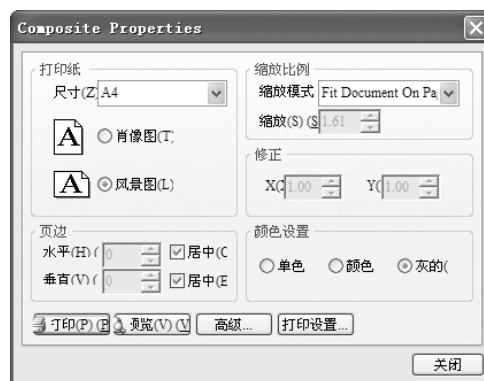
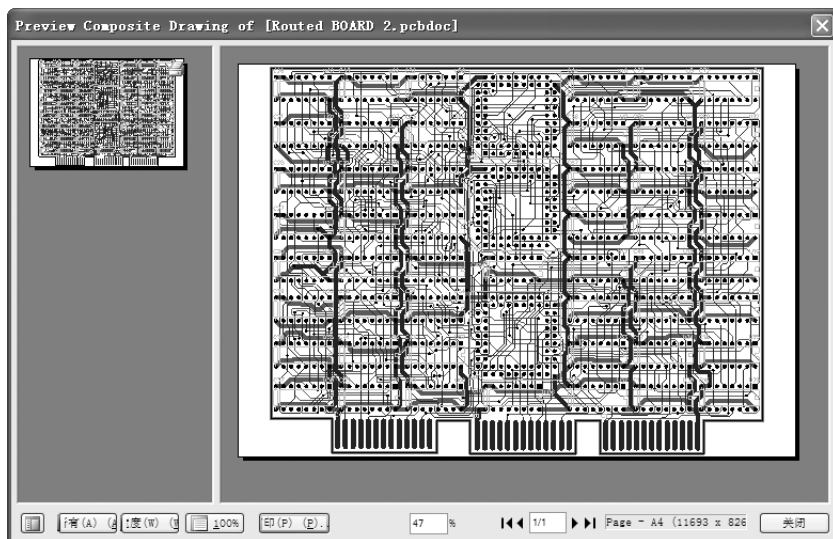

图 10-41 “Composite Properties”对话框
图 10-45 打印预览
- 1) 打开 PCB 文件, 选择菜单栏中的“文件”→“页面设置”命令, 弹出如图 10-41 所示的“Composite Properties”（复合页面属性设置）对话框。
7) 在如图 10-41 所示的“Composite Properties”（复合页面属性设置）对话框中，单击“预览”按钮，可以预览打印效果，如图 10-45 所示。